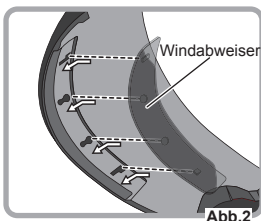

Abb.2
2. Überprüfen Sie Abb. 2. Schieben Sie den Haken des Windabweisers in die Öffnungen im Inneren des Kinnbügels. Drücken Sie die Haken in Pfeilrichtung.